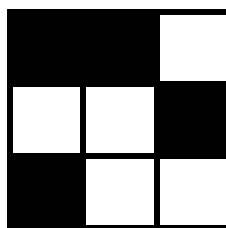

図 6.1 マーカーのパターン例
- ・ マーカーは一辺が 30 mm の範囲に、3×3 の升目で区切られ、図 6.1 のように各マスが白か黒で塗られている